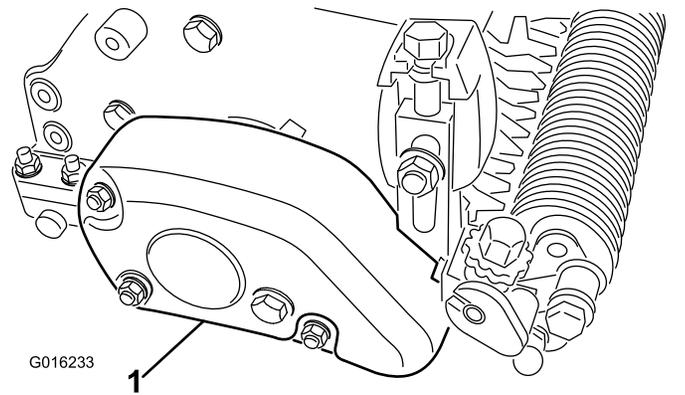

Figure 18
37. Montez le couvercle de courroie sur le boîtier du groomer avec 3 contre-écrous (Figure 18).